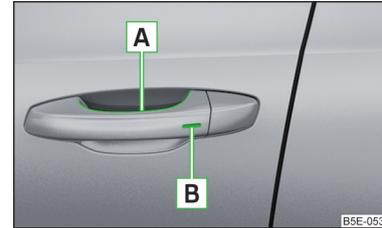

Abb. 36 Sensoren im Griff der Vordertür
Sensoren im Griff der Vordertür » Abb. 36
- Den Türgriff der vorderen Tür fassen oder den Sensor **A** » Abb. 36 mit der ganzen Handfläche bedecken » **!**.
- Den Sensor **B** » Abb. 36 mit den Fingern berühren.